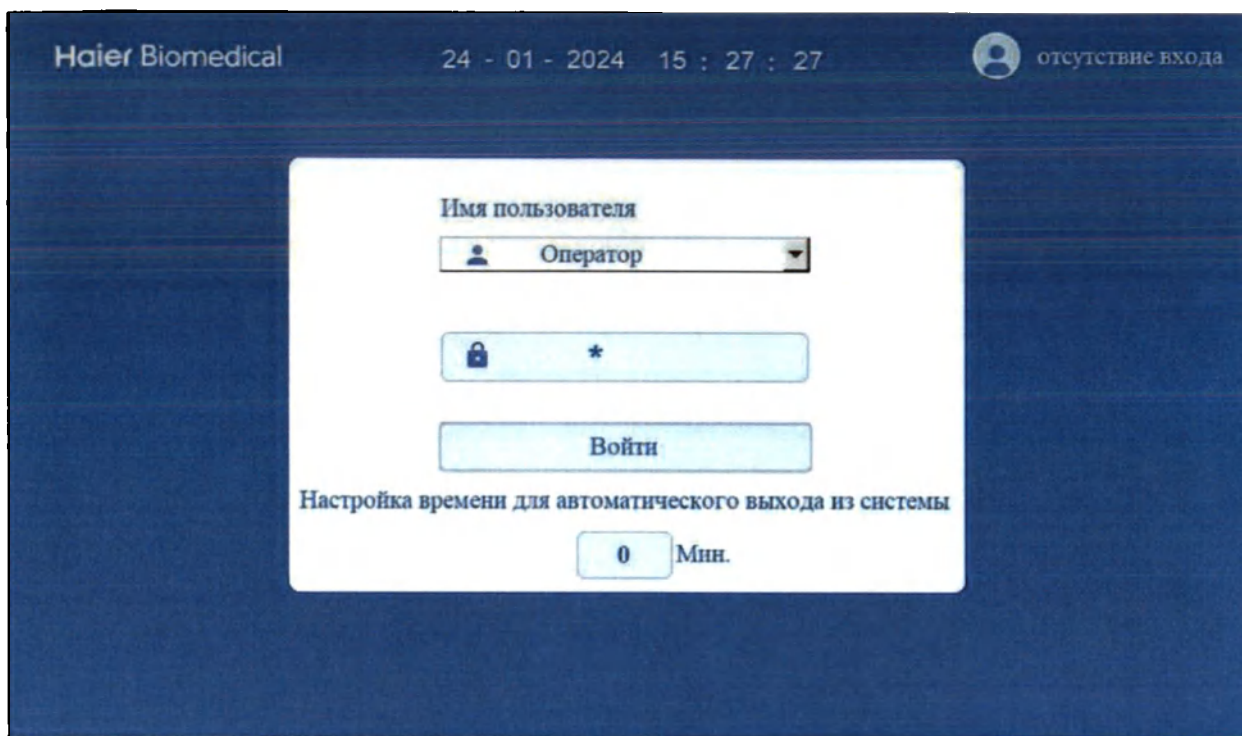

Рисунок 2 - Загрузочный экран
- Дисплей всегда включен. Когда отобразится загрузочный экран (см. рисунок 2) выберите пользователя и введите пароль для входа.